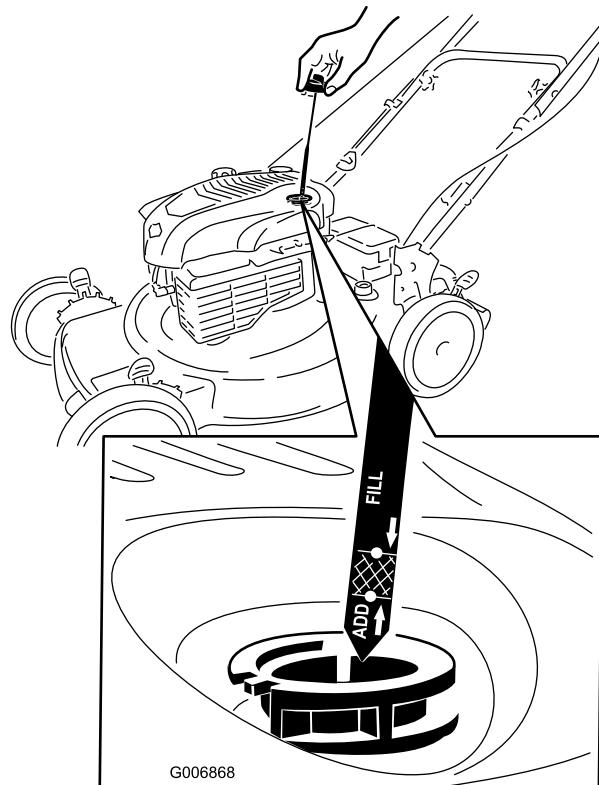

Figura 30
2. Retire la varilla (Figura 30).
4. Vierta lentamente aceite en el tubo de llenado hasta que el nivel llegue a la marca "Full" (lleno) de la varilla (Figura 30). **No llene demasiado.** (Capacidad máxima: 0,59 l (20 onzas), tipo: SAE 30W, aceite detergente con clasificación de servicio API SF, SG, SH, SJ, SL o superior.)